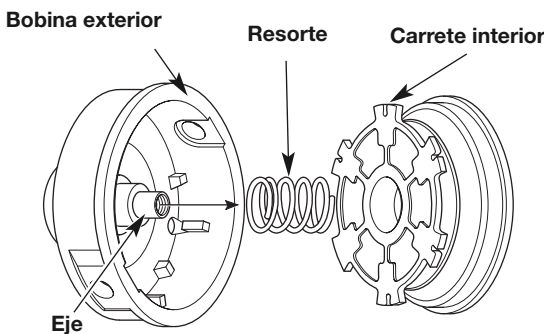

Fig. 14
3. Retire el carrete interior de la bobina exterior (Fig. 14).
4. Retire el resorte del carrete interior (Fig. 14).